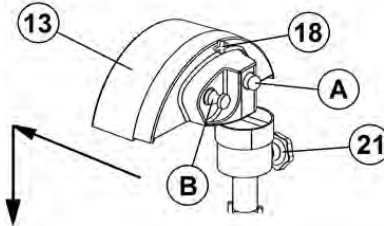

FIG 16. AJUSTE DEL AFILADOR
2. Cuchilla: Afilar la cuchilla (6) después de un determinado periodo de uso (1 mes) o si nota que la calidad de la rebanada no es tan fina como la primera.
- B. Afloje la perilla del afilador (21), ubicada debajo del ensamble del afilador, hasta que el resorte haga que brote el afilador (Ver Fig. 16).
C. Empuje el afilador hacia el filo de la cuchilla, manténgalo en esa posición y presione hacia abajo hasta que las piedras queden cada una en cada lado de la cuchilla (1/4" sobre la cuchilla.), después apriete la perilla del afilador (21) nuevamente.
D. Encienda la máquina y presione la barra "A", permita que la piedra de afilar (19) el lado de la cuchilla por unos segundos. Esto afila la cuchilla y crea un poco de rebaba en el lado opuesto del filo. Cuando suelte la barra "A" la piedra regresará a su posición original.